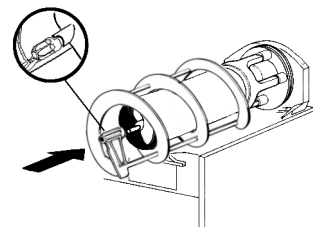

Bild 15
- 6 Die äußere Schnecke über den Verdampfer schieben. Dabei ihr Vorderende an die Welle der inneren Schnecke passen und die Mitnehmerlappen in Übereinstimmung bringen (Bild 15).